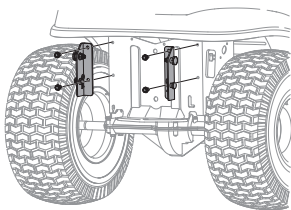

Figura 2
3. Monte las ménsulas de soporte del tractor serie 700 a su tractor con cuatro tornillos hexagonales autorroscantes incluidos en el kit. Consulte la Figura 2.